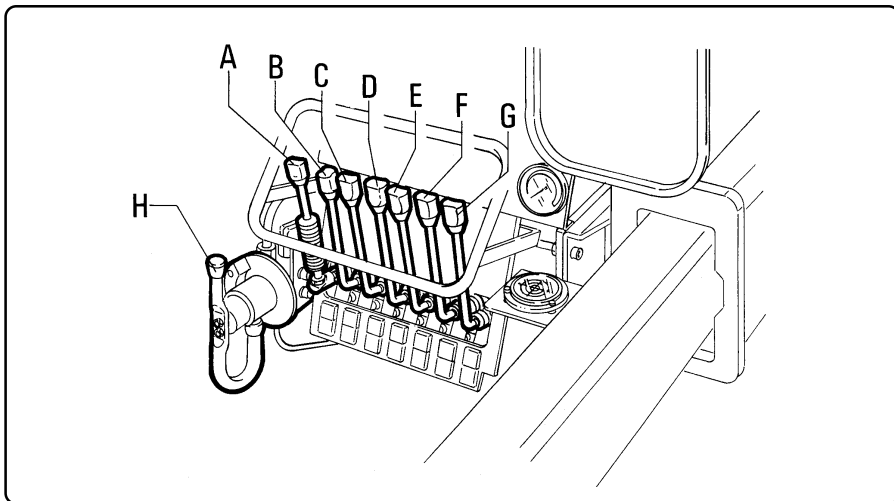

fig. 5.4.1
5.4 - Comandi lato distribu- tore fig. 5.4.1 (serie 12s con posto in piedi)
5.4- Control valve block fig. 5.4.1 (12s model with standing control station)